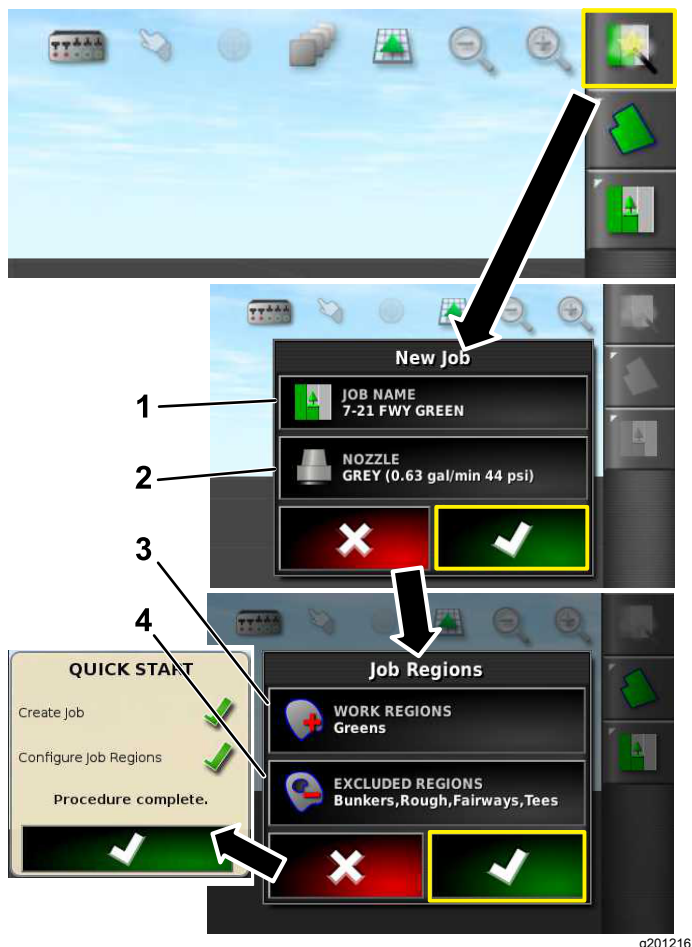

図 8
2. 作業名を入力する 図 8。
4. これから散布するエリアフェアウェイ、グリーン、ティーなどを選ぶ 図 8。
5. 散布除外エリアバンカー、樹林帯、ハザードなどを選ぶ 図 8。